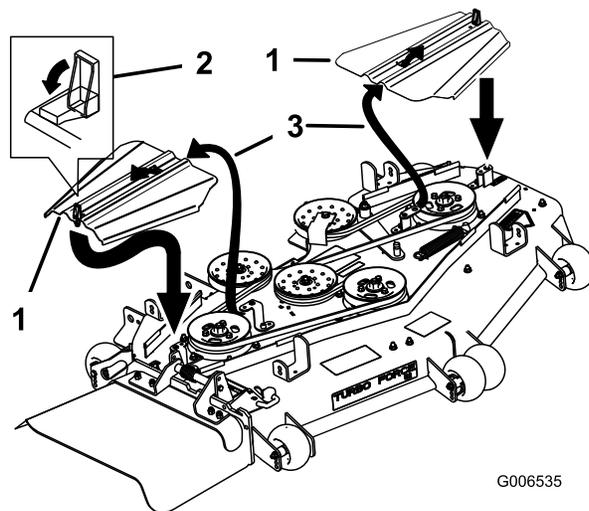

Рисунок 84
12. Установите крышки ремней, сдвинув крышку на выступ, заверните болты и закройте защелки (Рисунок 84).